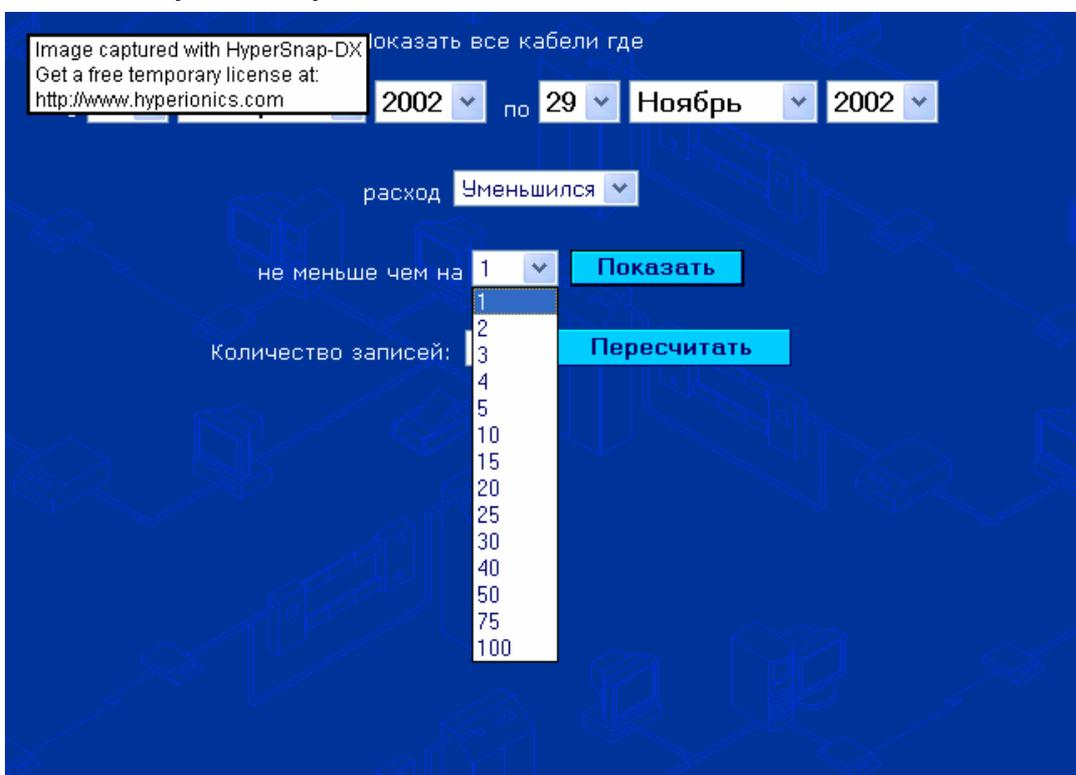

Рис. 25
- 3) Определим величину изменения расхода в сотых долях л/мин. (Рис. 25).